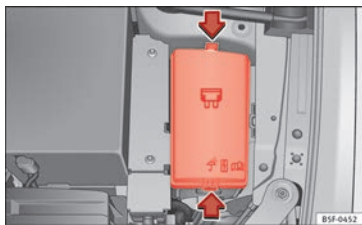

Fig. 101 Dans le compartiment moteur : cache du boîtier de fusibles.
- Appuyez sur les languettes de verrouillage pour déverrouiller le cache de la boîte à fusibles » » fig. 101.